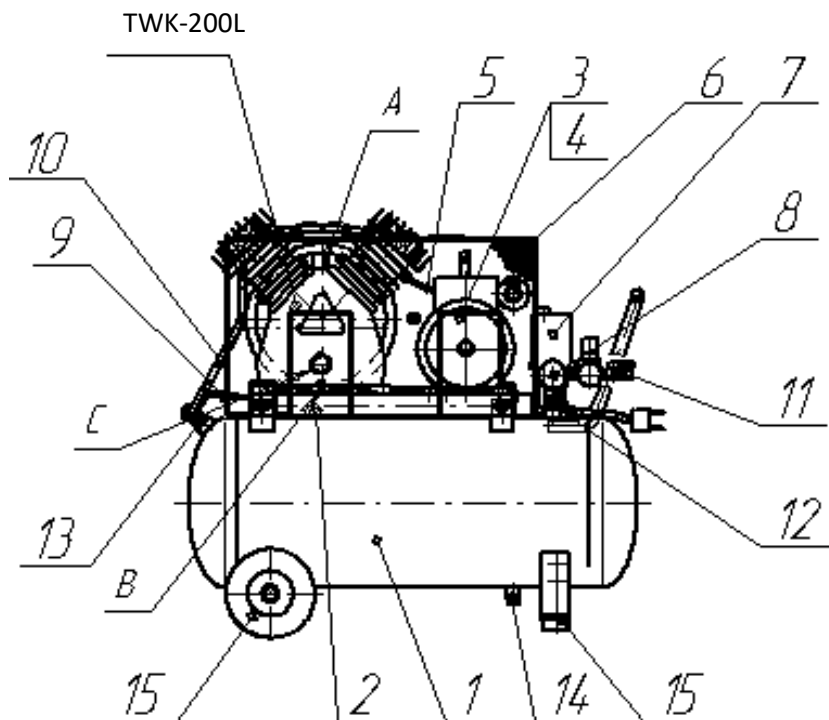

Fig. 1 – billede af TWK-200L kompressoren
Bemærk - Hjulene og dæmpersættet (pos. 15, se fig. 1, 2, 3) og deres fastgørelsesdele er pakket separat.
5.1 Kompressoren (fig. 1, 2, 3, 4) består af følgende undergrupper og dele: Stempelkompressor LB30, Trykluftbeholder 1, rammebeslag 2, elmotor 3 med remskive 4, kilerem 5, beskyttelsesafdækning 6, trykafbryder/pressostat 7, manometer 8, udlufter 9, lufttilførselsrør 10, lufthane 11, sikkerhedsventil 12, sikkerhedsventil 13, kondensataftapningshane 14, hjul og dæmpere 15